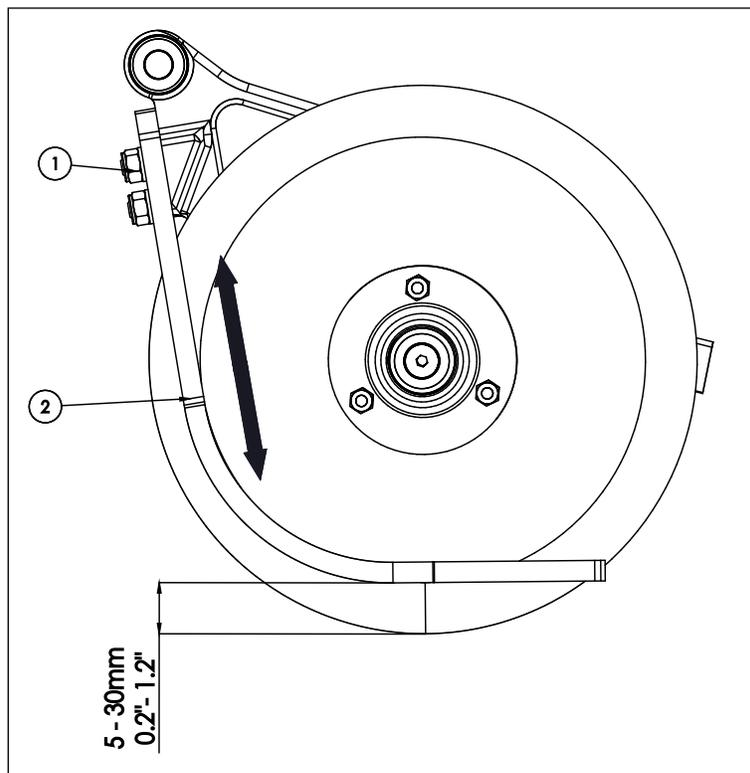

Figure 4
La profondeur de travail peut être réglée en ajustant le pied coulissant des lames du semoir. Desserrez les vis (1). Déplacez maintenant les pieds coulissants (2) à la profondeur souhaitée, à une profondeur de travail de 5 à 30 mm. (voir Figure 4)